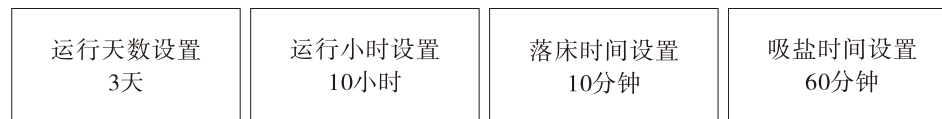

图51（按天数）
e) 运行天数设置，适用于控制类型为天时间型的浮动床，如图51所示，根据工艺计算设置周期运行天数。